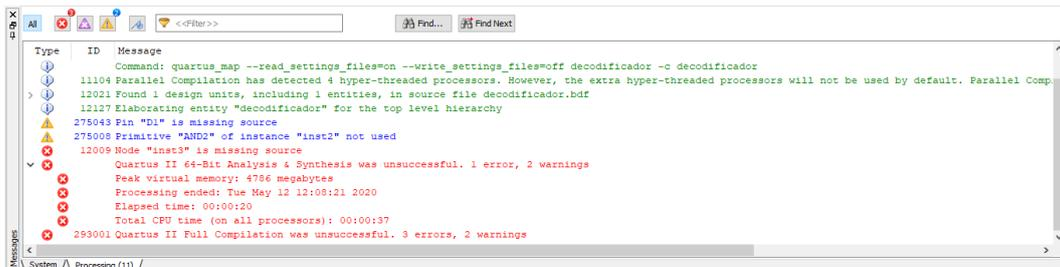

Figura 26: Janela com as mensagens de erro expandidas
4. Clicar duas vezes na mensagem de erro, o ponteiro irá mostrar qual unidade de projeto e qual símbolo (instância) é geradora do problema (Figura 26).